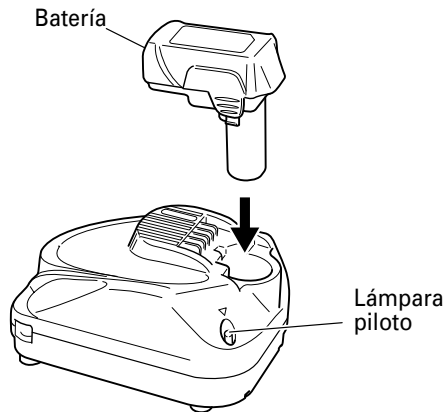

Fig. 4
2. Inserte la batería en el cargador de baterías. Inserte la batería en el cargador de baterías como se muestra en la Fig. 4.